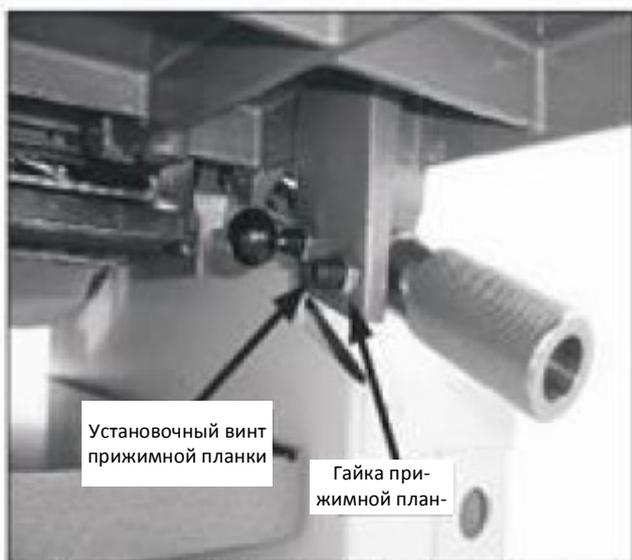

Рис. 52. Регулировка прижимной планки подводного стола
1. Разводным ключом ослабить гайку прижимной планки подводного стола под задней частью стола (рис. 52).